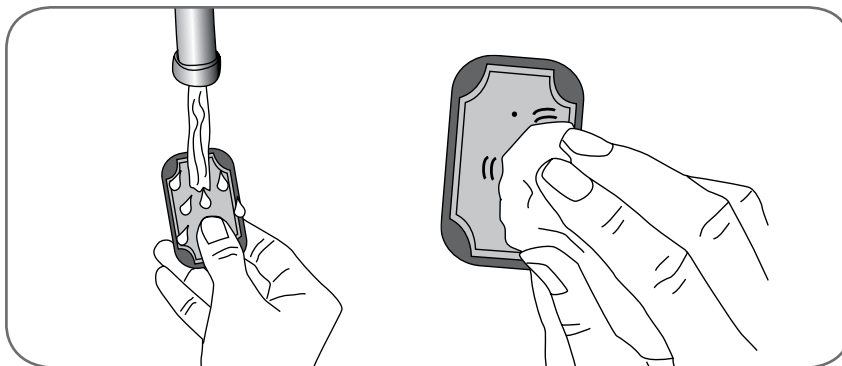

Рисунок 8-4. Смачивание тканевого электрода (слева). Промокание тканевого электрода (справа)
3. Смачивайте тканевые электроды водой до полного пропитывания. См. рисунок 8-4.
4. Удалите с тканевых электродов избыток воды промакиванием. См. рисунок 8-4.